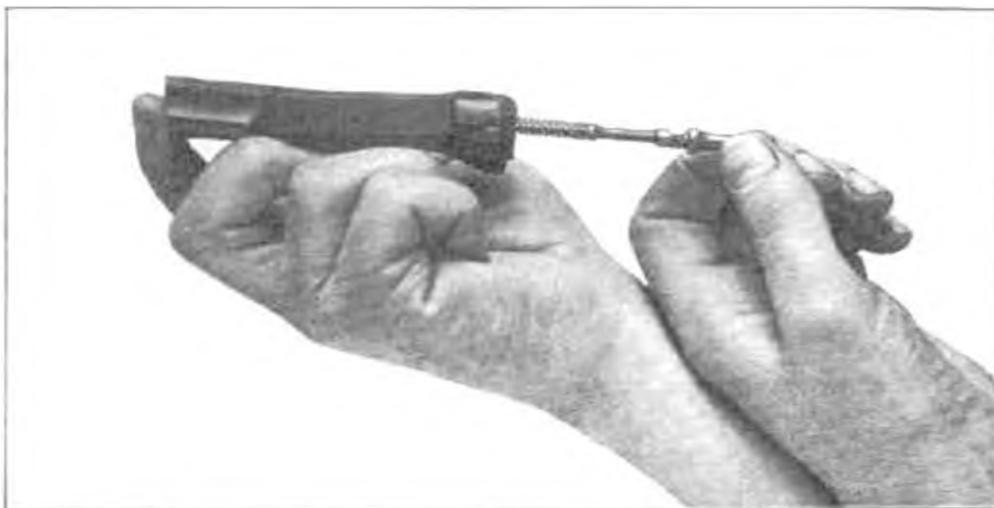

Рисунок. 5.22 – Від'єднання бійка від стопорного штифта
- 2) коли стопорний штифт буде знятий, бійок під дією пружини вийде з корпусу (рисунок 5.22).